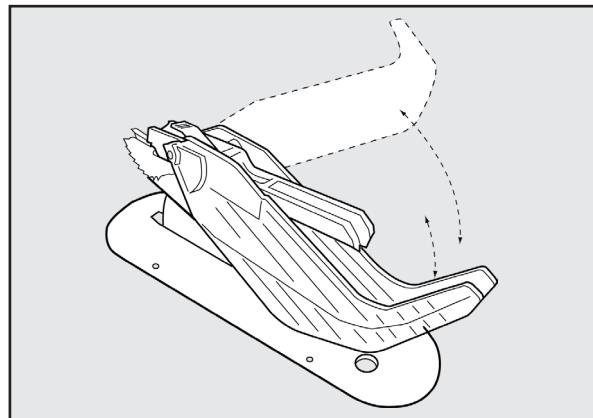

Figure 44
1. Reportez-vous à la Figure 44 et, en soulevant le protège-lame par l'avant, soulevez l'écran de protection jusqu'à ce qu'il s'enclenche en position verrouillée au-dessus de la table. Vous pouvez soulever l'un ou les deux écrans de protection.